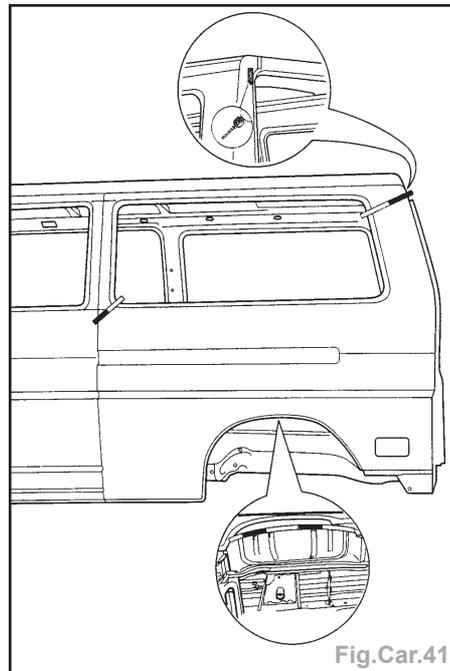

Fig.Car.41
**Zones de découpe (Fig.Car.41)**